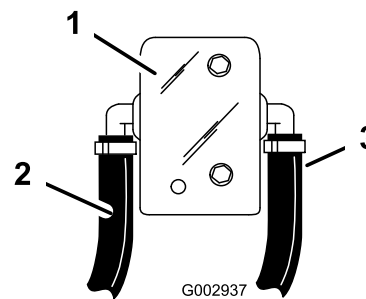

Figura 43
15. Conecte el extremo de una manguera corta de 1/2 pulgada al acoplamiento abierto del acoplamiento en T S53 que instaló en la manguera de agitación, y lleve la manguera al conector dentado trasero de 1/2 pulgada del conjunto de la válvula de bola pequeña (Figura 43).
18. Conecte el extremo de una manguera corta de 1/2 pulgada al lado abierto del acoplamiento en T S53 que instaló en la manguera de desvío, y lleve la manguera al conector dentado trasero de 1/2 pulgada del conjunto de la válvula de bola pequeña (Figura 43).